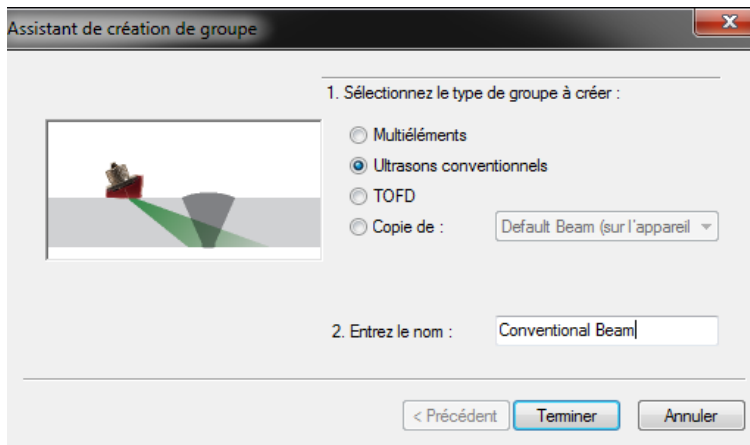

Figure 4-13 Boîte de dialogue Assistant de création de groupe
2. Dans la boîte de dialogue **Assistant de création de groupe** qui s'affiche (voir la Figure 4-13 à la page 250) :